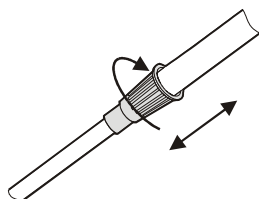

Figura 3
3. Rode a porca de segurança da haste no sentido dos ponteiros do relógio até desapertar, aumente ou diminua a haste para que, quando estiver na vertical com o seu detector na mão, a bobina de busca fique nivelada cerca de 1/2 polegadas acima do chão, com o seu braço relaxado de lado. (Figura 3).